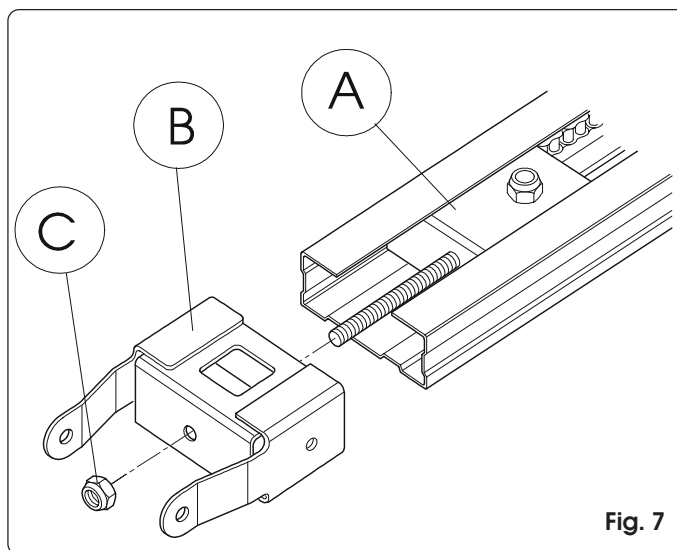

Fig. 7
- 2) Hacer que el grupo de reenvío se desplace a lo largo de toda la guía (fig. 7 ref. A) hasta acercarlo al terminal delantero.
- 3) Montar el enganche delantero (fig. 7 ref. B) al grupo de reenvío (fig. 7 ref. A).
- 4) Tensar ligeramente la cadena apretando la tuerca (fig. 7 ref. C).